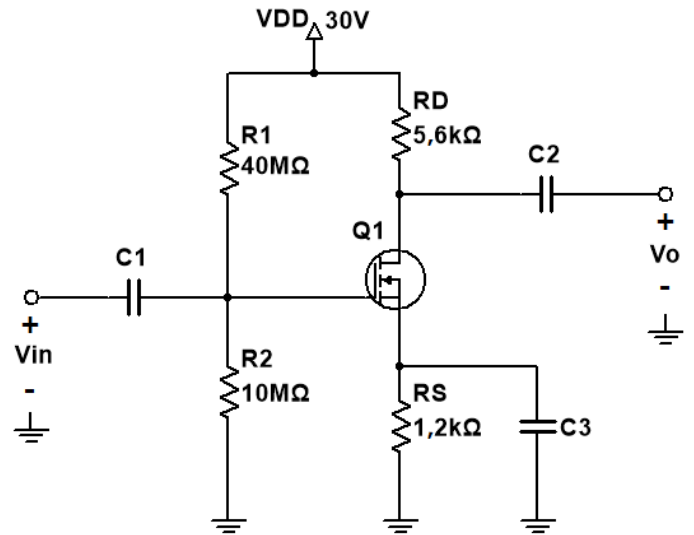

Figura 19
33. Para o circuito amplificador representado na Figura 19, considere os capacitores $C1$, $C2$ e $C3$ ideais e, para o MOSFET, utilize $V_{GS(th)} = 3 \text{ V}$; $k = 0,4 \cdot 10^{-3} \text{ A/V}^2$; $r_d = 40 \text{ k}\Omega$ e $g_m = 1,33 \text{ mS}$.